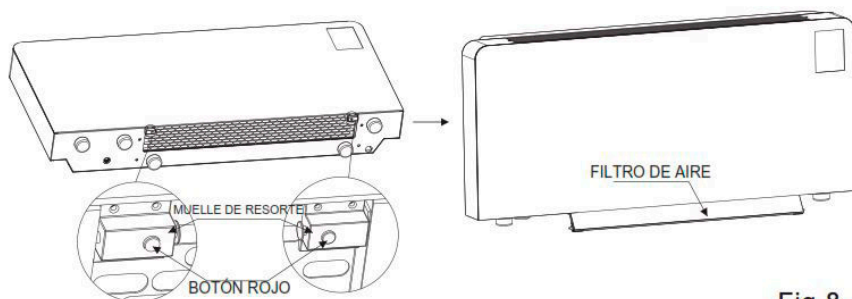

Fig.8
1. Apretar los dos botones rojos y tirar hacia abajo lentamente (fig. 8).